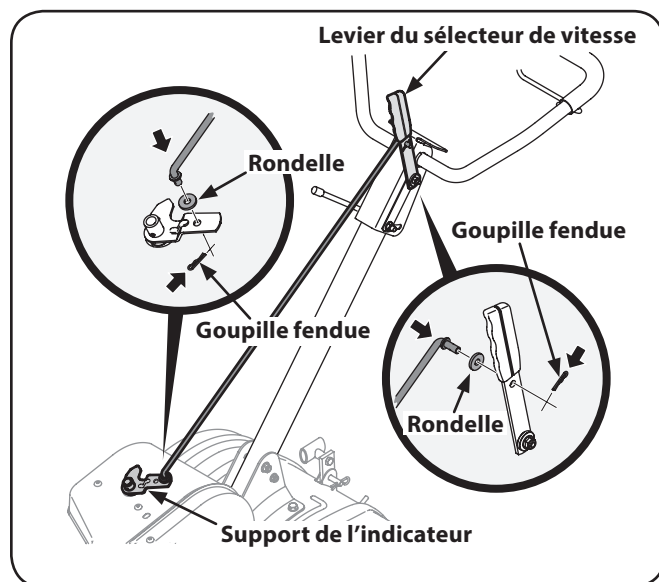

Figure 3-7
3. Insérez l'extrémité courte (courbée) de la tige dans le support de l'indicateur sur le boîtier du sélecteur de vitesse. Fixez la tige avec la goupille fendue retirée à l'étape 2. Voir Figure 3-7.
4. Insérez l'extrémité longue de la tige dans le trou du levier du sélecteur de vitesse. Fixez la tige avec la goupille fendue. Voir Figure 3-7.